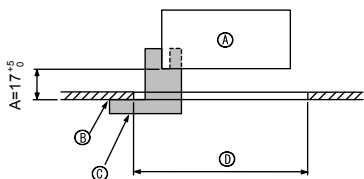
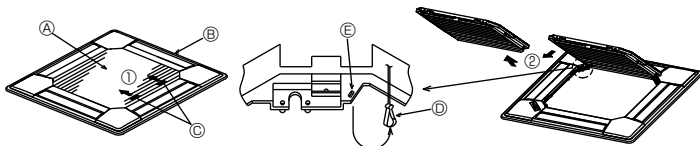
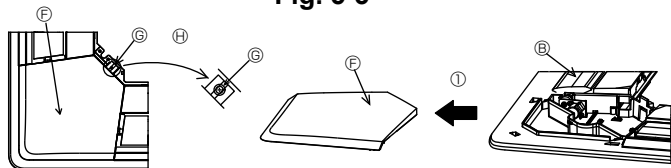

Fig. 5-2
Fig. 5-3
Fig. 5-4
①	Rooster	1	950 × 950 (mm)
②	Schroef met vaste ring	4	M5 × 0,8 × 25
③	Meetplaatje	1	(In vier delen verdeeld)
④	Bevestigingsklem	3
⑤	Schroef	4	4 × 8
⑥	Schroef	1	4 × 12
⑦	i-see sensor hoekpaneel	1	voor PLP-6BAE
5.2. Voorbereidingen om het rooster vast te maken (Fig. 5-2)
- Gebruik het meetplaatje ③ dat bij deze kit wordt meegeleverd om de positie van het apparaat ten opzichte van het plafond in te stellen en te controleren. Als het apparaat ten opzichte van het plafond niet juist wordt geïnstalleerd, kan er door luchtlekkage vochtcondensatie optreden.
- Ⓒ Meetplaatje ③ (in het apparaat gestoken)
5.2.1. Verwijderen van de grill van de inlaatopening (Fig. 5-3)
- Schuif de hendels in de richting die wordt aangegeven door de pijl ① om de grill van de inlaatopening te openen.
- Verwijder nu het scharnier van de grill van de inlaatopening zoals aangegeven door de pijl ②, terwijl de grill in de geopende positie staat.
5.2.2. Verwijderen van het hoekpaneel (Fig. 5-4)
- Verwijder de schroef uit de hoek van het hoekpaneel. Schuif het hoekpaneel in de richting aangegeven door de pijl ① om het paneel te verwijderen.
[Fig. 5-3, 5-4]